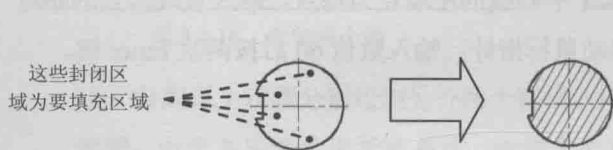

图 1.1.19 进行图案填充
Step4. 对图 1.1.19 所示的图形进行图案填充。
(1) 将图层切换至“剖面线层”。
(2) 选择下拉菜单 **绘图(D)** → **图案填充(H)** 命令, 在命令行中输入字母 T 并按 Enter 键, 系统弹出“图案填充和渐变色”对话框。在 **类型(T)** 下拉列表中选择 **用户定义** 选项, 在 **角度(A)**
下拉列表中选择 45 选项,在 间距(C): 文本框中输入数值 3,然后单击 添加:拾取点 左侧的  按钮,系统自动切换到绘图区,选取图 1.1.19 所示的封闭区域为要填充的区域,按 Enter 键完成填充。